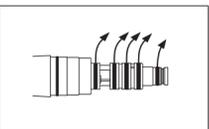

Fig. 40
- 2 Com a mão retire com cuidado cada anel vedante (Fig. 40).